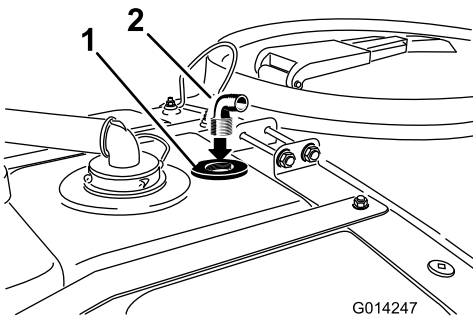

Bild 16
4. Stecken Sie das 90°-Anschlussstück in die Gewindeöffnung des Schottanschlussstücks (Bild 16).